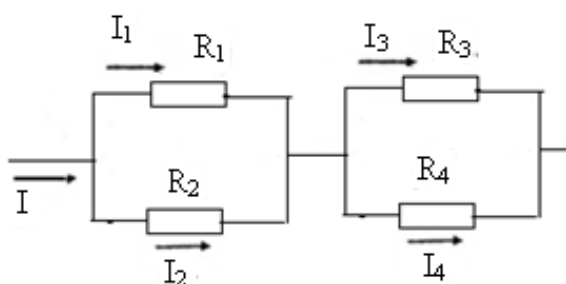
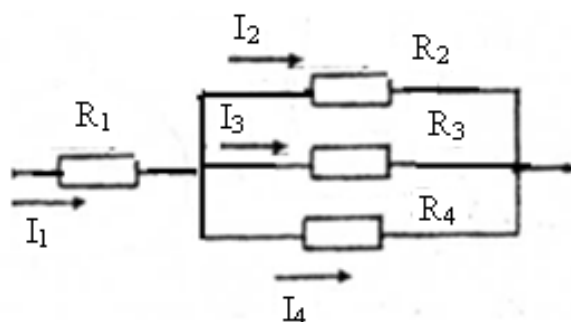

Рис. 2
Рис. 3
1. Заменяем источник э.д.с.  $E$  короткозамкнутым участком (т.к. его  $r_{\text{вн}}=0$ ) (схема рис.2).
Т.к. конфигурация цепи изменилась, то в цепи рис.2 протекают токи отличные от токов цепи рис.1. Их называют первые частичные токи и обозначают со штрихом.
Т.к. схема упростилась, то токи можно рассчитать, применяя правило плеч. Схему цепи рис.2 более наглядно представим на рис.3.